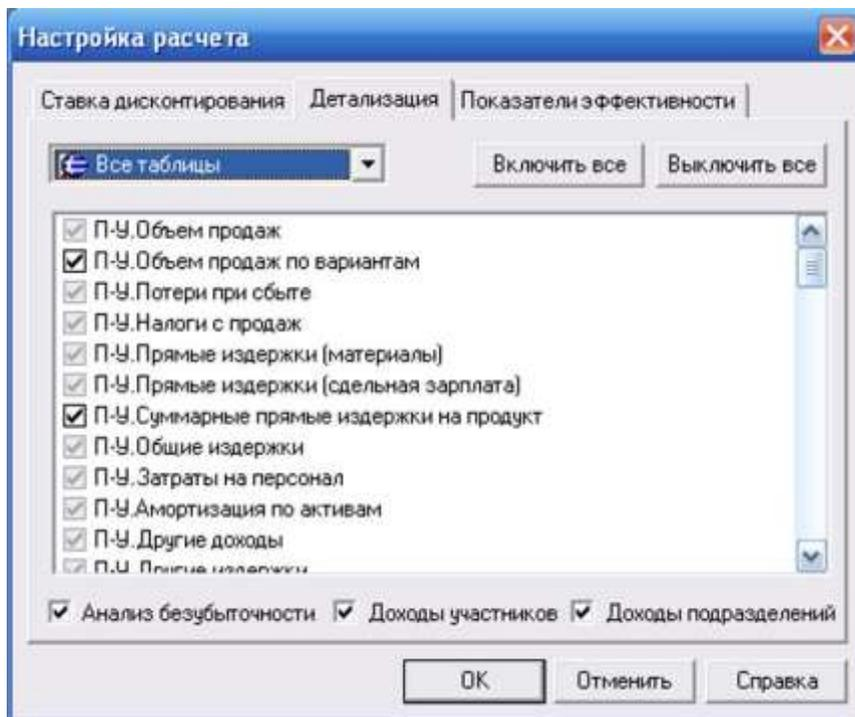

Рисунок 6. Вкладка «Детализация».
- На вкладке **Детализация** (Рисунок 6) можно определить состав таблиц, которые необходимо сформировать в результате расчета проекта.